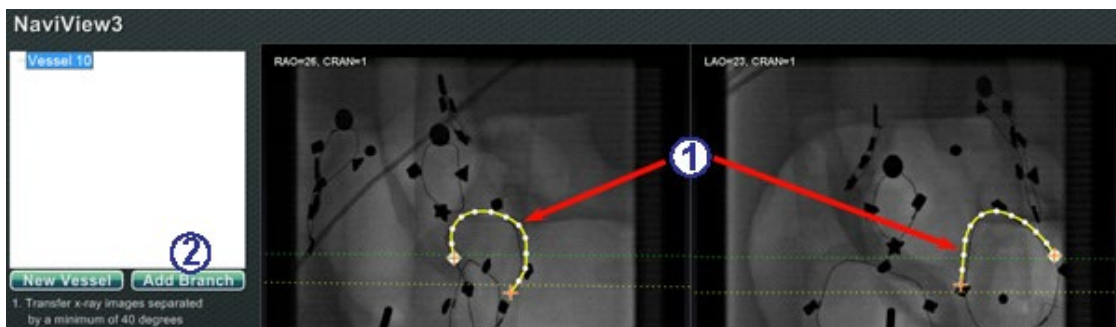
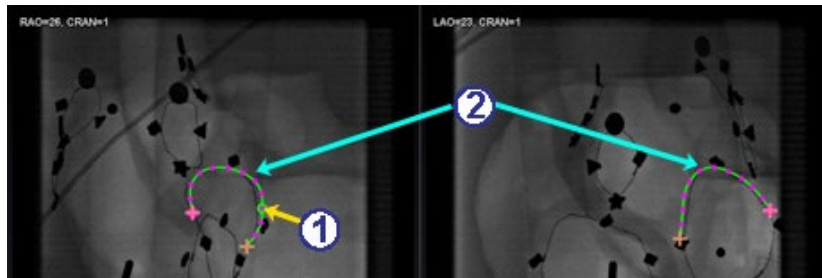
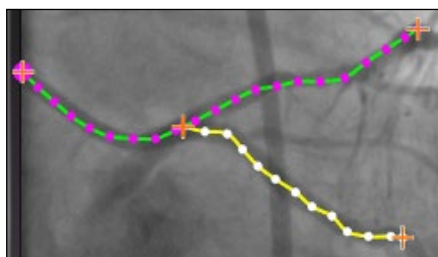

Abbildung 129. „Add Branches“ (Seitenäste hinzufügen) – mit übereinstimmenden Gefäßstämmen beginnen
Abbildung 130. Verzweigungspunkt auf einem der Stämme auswählen
Abbildung 132. Abgeschlossener Seitenast im ausgewählten Modus
Schritt 1 (Abbildung 129)
- ① Zum Hinzufügen von Seitenästen ist ein passendes Paar Stämme erforderlich.
- ② Auf **Add Branch (Seitenast hinzufügen)** klicken.
Schritt 2 (Abbildung 130)
- ① Der Benutzer sollte den Punkt auf dem Stamm auswählen, an dem der Seitenast beginnen soll (**Abbildung 130**). Dies kann ein vorhandener Punkt oder eine beliebige Stelle auf der Kurve sein. Wenn es eine Stelle auf der Kurve ist, wird ein neuer Punkt erstellt. Der ausgewählte Punkt ist durch einen grünen Kreis hervorgehoben.
- ② Bitte beachten, dass die Stämme jetzt nicht angewählt sind, was an den (Magenta-)Farben (grün und violett) zu erkennen ist. Der aktive Bereich ist jetzt der Seitenast, der gleich gezeichnet wird.
Schritt 3 (Abbildung 131 und Abbildung 132)
- ② Wenn der Benutzer auf der Kurve beginnt und sich dann für einen anderen Startpunkt entscheidet, muss er nur rechtsklicken und der Punkt verschwindet. Dies trifft jedoch nur zu, wenn ein Seitenast oder Gefäßstamm begonnen wird. Wenn der Benutzer auf einem vorhandenen Punkt beginnt, muss er einfach auf eine andere Stelle klicken, um den Punkt abzuwählen. Die Zeichnung durch Doppelklicken auf den distalen Punkt abschließen und der Seitenast wird im ausgewählten Modus (gelb und weiß) angezeigt (**Abbildung 132**).